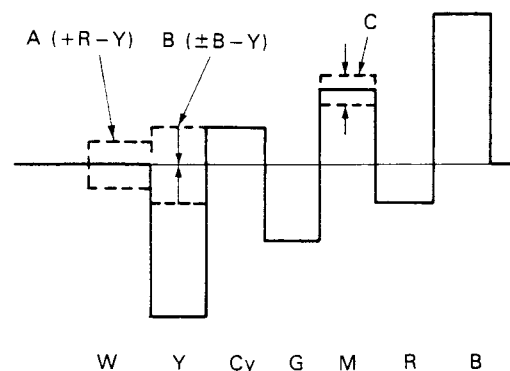

Abbildung 2-10. Hüllkurve B-Y
- (8-1) R2631 (Burstreinigung) einstellen, bis Abschnitt A, gezeigt in Abb. 2-10, auf ein Minimum reduziert ist.
- (8-2) R2619 (1H GAIN) einstellen, bis der in Abb. 2-10 gezeigte Spalt in Abschnitt B (gepunktete Linie) auf ein Minimum reduziert ist.
- (8-3) L2601 (1H PHASE) einstellen, bis der in Abb. 2-10 gezeigte Spalt in Abschnitt C auf ein Minimum reduziert ist.
- (8-4) Abwechselnd die unter (8-1) bis (8-3) beschriebenen Einstellungen zwei- oder dreimal durchführen, bis die von der durchgehenden Linie in Abb. 2-10 angezeigte Hüllkurve geformt ist.